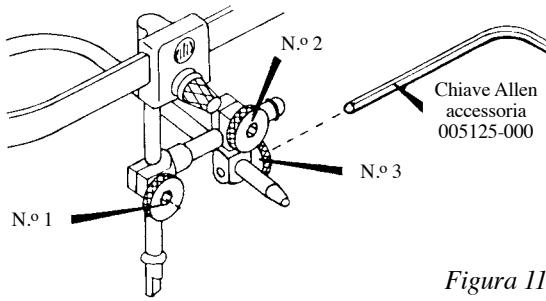

Figura 11
10. Poiché l'Arco-Spring può essere compromesso da un'inadeguata stretta delle Viti, Whip Mix offre un accessorio, chiave Allen N.^o 005125-000, per conservare la loro integrità. Durante l'operazione di misurazione sul paziente o immediatamente dopo la rimozione dell'Arco dal paziente stesso, le Viti possono essere ulteriormente strette con l'apposita chiave. Stringere la testa ad incastro delle Viti in quest'ordine: N.^o 1, N.^o 2 e N.^o 3, come illustrato in Figura 11.